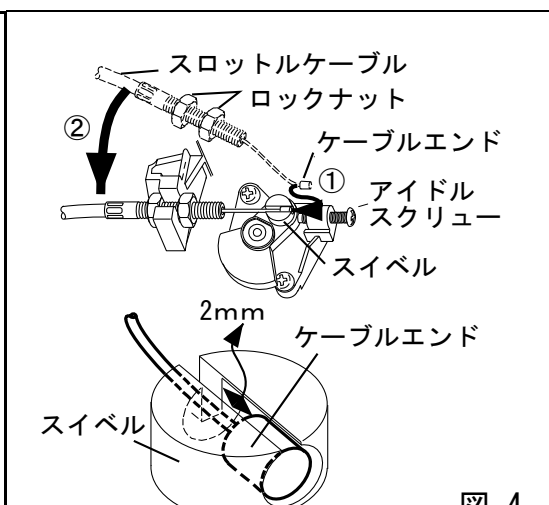

図. 4
- ⑤アクセルレバーの遊びは、スロットルケーブルのロックナットで約2mmになるように調整してスロットルケーブルを固定して下さい。(図. 4)
10. アイドリング時には刈刃の共回りやエンストがないようにアイドルスクリューを調整して下さい。(図. 4)